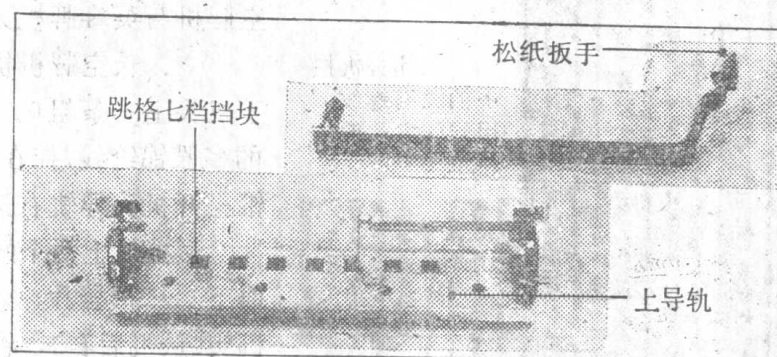

图 2-11
J. 上导轨 机头下部的导轨(称上导轨)(见图 2-11)与机座上导轨(称下导轨)相配合,通过导轨内弹架与钢珠的作用,使机头灵活地向左或向右移动。